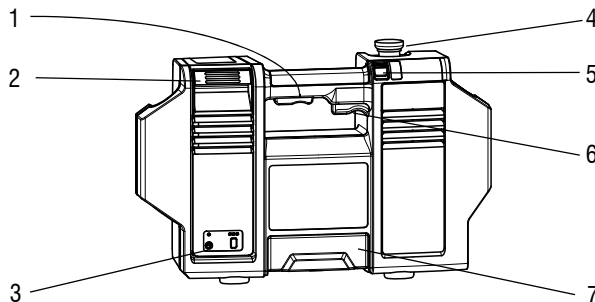

Figura 3-19. Consola de control del generador
**NOTA:** Al invertir el procedimiento para desarmar la máquina, tirar del pestillo del generador (ver la Figura 3-19.) mientras se eleva para desenganchar el generador de la plataforma.